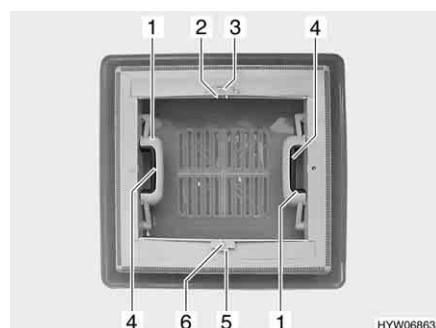

Fig. 18 Oblò a scatto
Apertura: ■ Premere la chiusura a scatto (Fig. 18,4) verso l'interno dell'oblò. Premere contemporaneamente verso l'alto l'oblò con la maniglia (Fig. 18,1).
Chiusura: ■ Tirare con forza verso il basso le due maniglie (Fig. 18,1) dell'oblò, fino a quando non scattano entrambe le chiusure.
Chiusura: ■ Premere l'arresto (Fig. 18,5) verso il lato esterno dell'oblò.
■ Tirare l'oscurante a rullo per la maniglia (Fig. 18,6) fino alla maniglia contrapposta della zanzariera a rullo (Fig. 18,2) e farla innestare.
■ Serrare la maniglia (Fig. 18,2). L'arresto si sblocca.
■ Ricondurre lentamente l'oscurante a rullo accompagnandolo con la maniglia (Fig. 18,6).
- Premere l'arresto (Fig. 18,3) verso il lato esterno dell'oblò.
- Tirare la zanzariera a rullo per la maniglia (Fig. 18,2) fino alla maniglia contrapposta dell'oscurante a rullo (Fig. 18,6) e farla innestare.
- Serrare la maniglia (Fig. 18,2). L'arresto si sblocca.
- Ricondurre lentamente la zanzariera a rullo accompagnandola con la maniglia (Fig. 18,2).